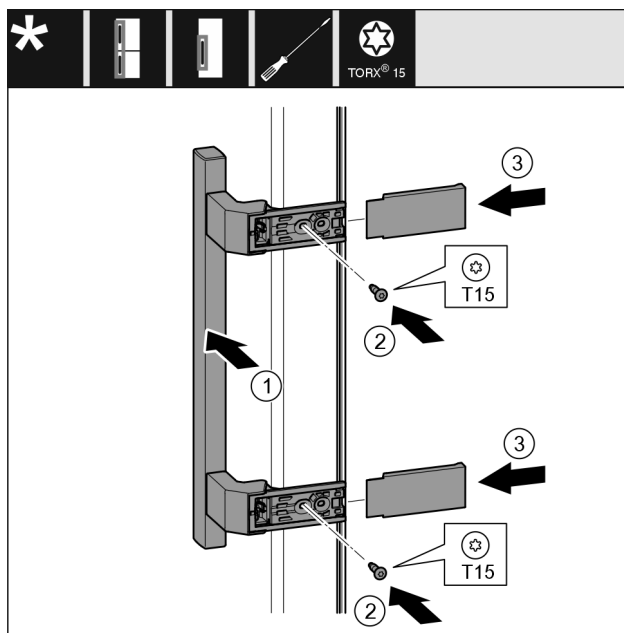

Fig. 53
- Nasad'te madlo Fig. 53 (1) na protilehlé straně.
- Šroubovákem šrouby Fig. 53 (2) pevně utáhněte.
- Kryty Fig. 53 (3) bočně nasad'te a nasuňte.